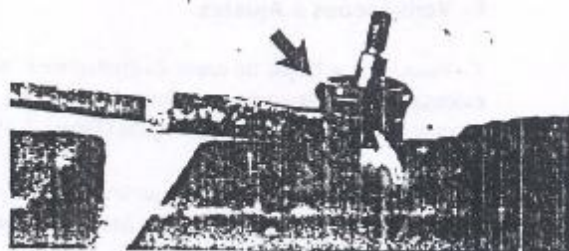

Figura 4.19.3 - Junta esférica da direção.
2. Soltar a contraporca e remover a junta esférica externa do braço da direção (Figura 4.19.3). Repetir esta operação para a junta esférica externa do outro lado.